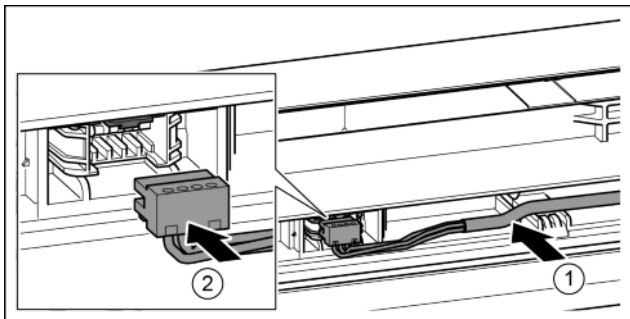

Fig. 38
- ▶ Šedý kabel vložte do vedení v horních dvířkách. Fig. 38 (1)
- ▶ Zaklapněte zástrčku. Fig. 38 (2)